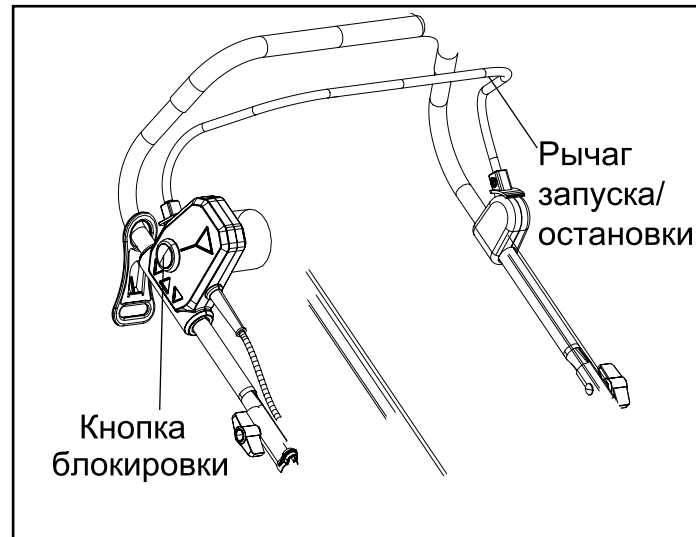

Рис. 14
2. Полностью нажмите кнопку блокировки, затем удерживайте рычаг запуска/остановки. Когда машина работает, кнопка блокировки может быть освобожден (рис.14).